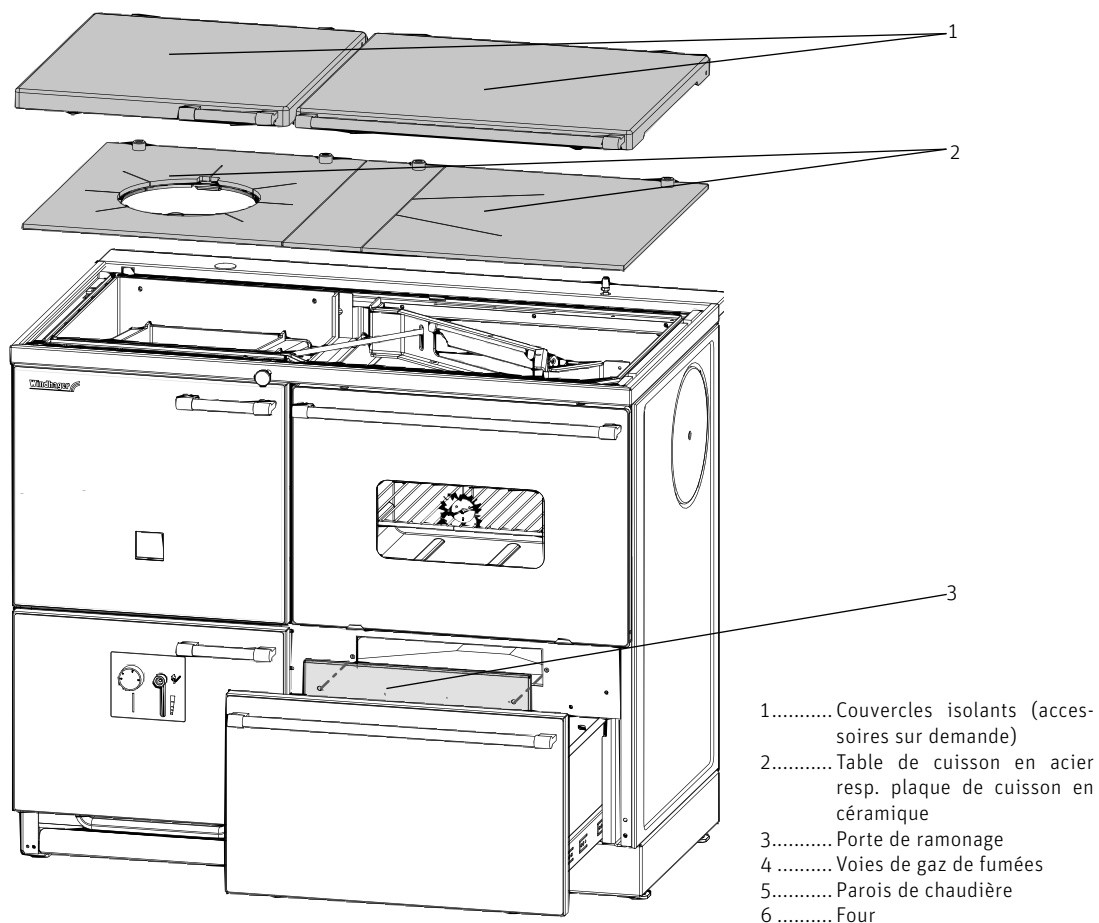

Fig. 13 Dépose, nettoyage du couvercle isolant et de la table de cuisson et ouverture de la porte de ramonage sous le four
- a) Retirer le couvercle isolant (accessoires sur demande) – Fig. 13.
- b) Déposer et nettoyer la table de cuisson – Fig. 13.